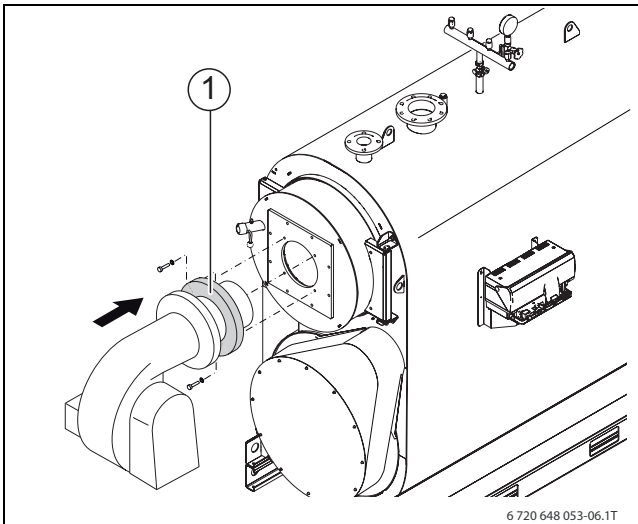

Fig. 17 Montaggio della guarnizione
- Spingere la guarnizione (→ fig. 17, [2]) nel manicotto del bruciatore.